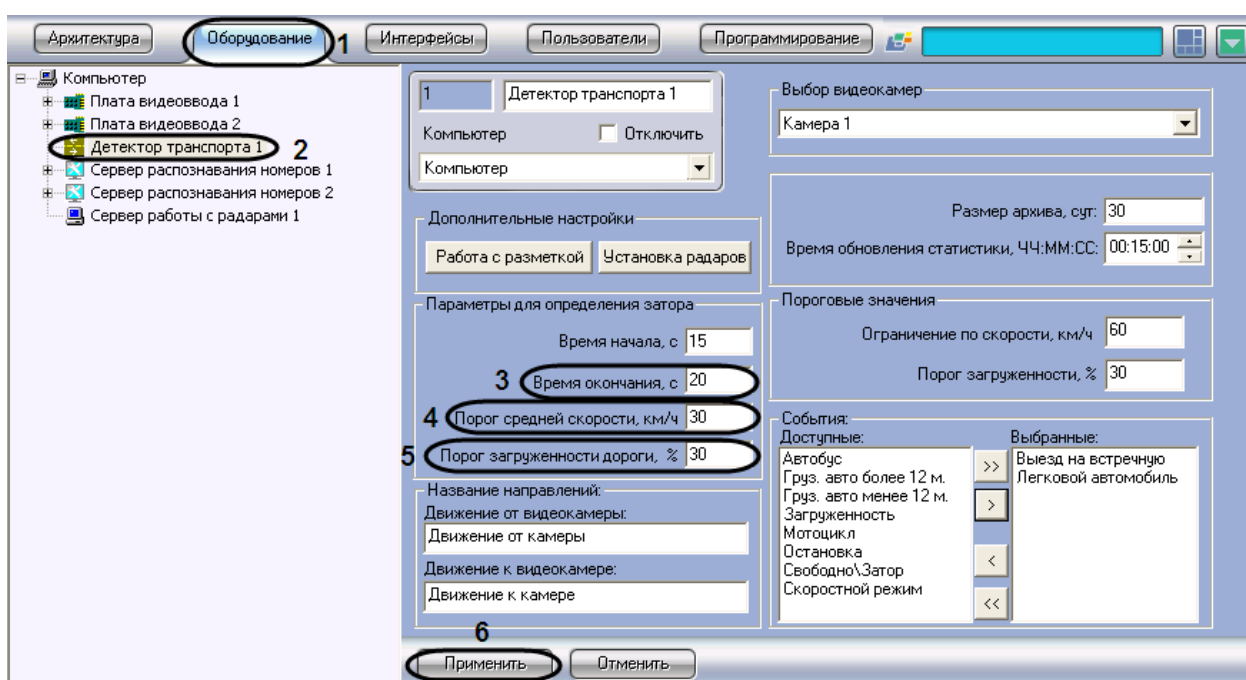

Рис. 7.4—18. Указание параметров окончания затора на дороге
1. В диалоговом окне «Настройка системы» перейти на вкладку «Оборудование» (см. Рис. 7.4—18, 1).
2. В дереве объектов на вкладке «Оборудование» выбрать объект «Детектор транспорта», соответствующий настраиваемому программному модулю «Детектор транспорта» (см. Рис. 7.4—18, 2). В правой части вкладки «Оборудование» отобразится панель настройки выбранного объекта.
3. Указать период времени, в течение которого должны выполняться условия окончания транспортного затора (см. Рис. 7.4—18, 3).
4. Указать среднюю скорость движения транспортного потока. В том случае, если значение средней скорости движения транспортных средств в течение заданного промежутка времени больше указанного в поле «Порог средней скорости, (км/ч)» (см. пункт 3), происходит окончание транспортного затора (см. Рис. 7.4—18, 4).
5. Указать процент загруженности дороги. При загруженности дороги ниже указанной в течение заданного промежутка времени (см. пункт 3), происходит окончание транспортного затора (см. Рис. 7.4—18, 5).